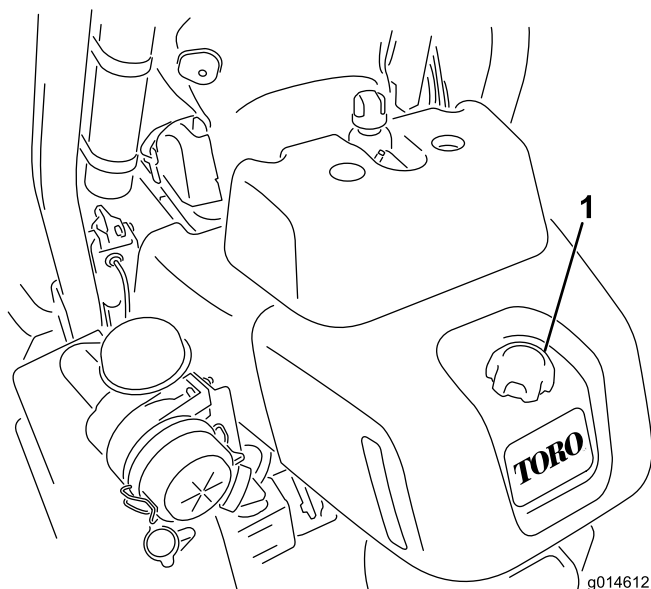

Figura 26
1. Limpe a zona em torno da tampa do depósito de combustível (Figura 26).